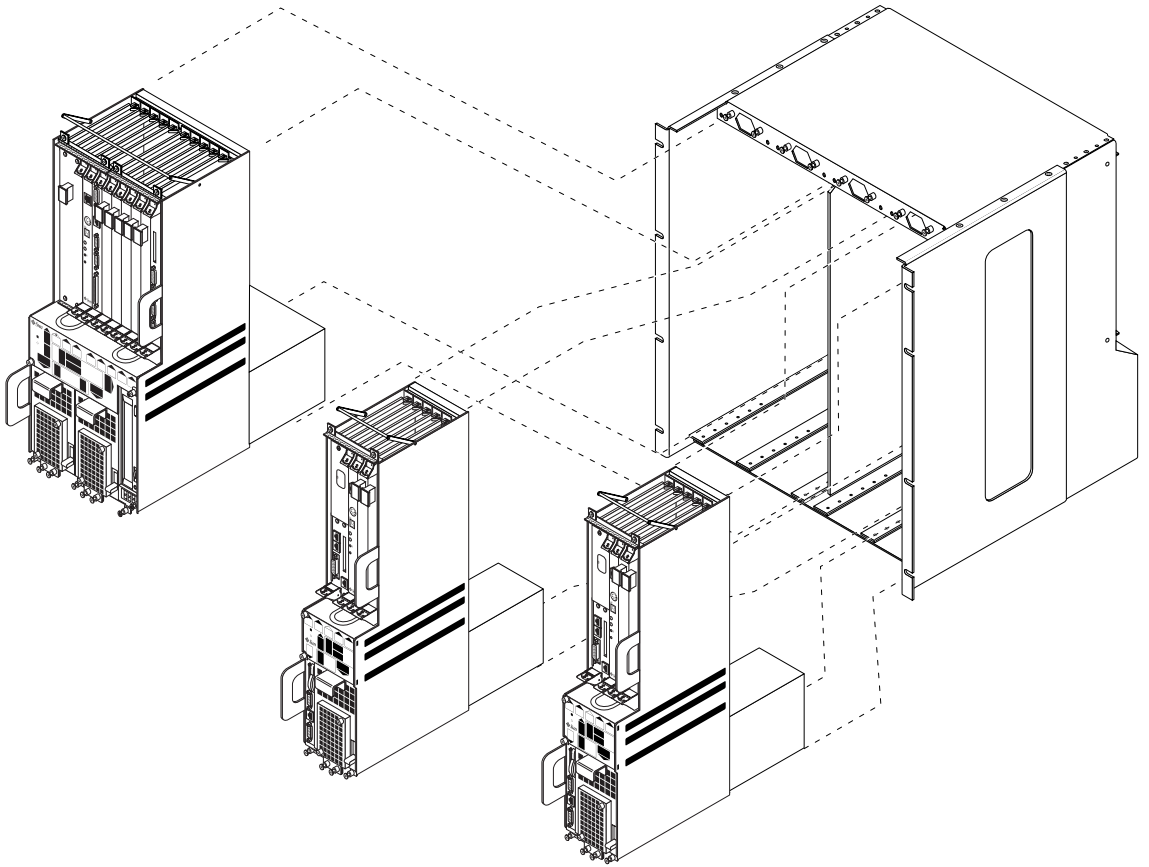

图 1-12 机箱中装有一台 Netra ct 800 服务器和两台 Netra ct 400 服务器
- 一台 Netra ct 800 服务器和一或两台 Netra ct 400 服务器（图 1-12）